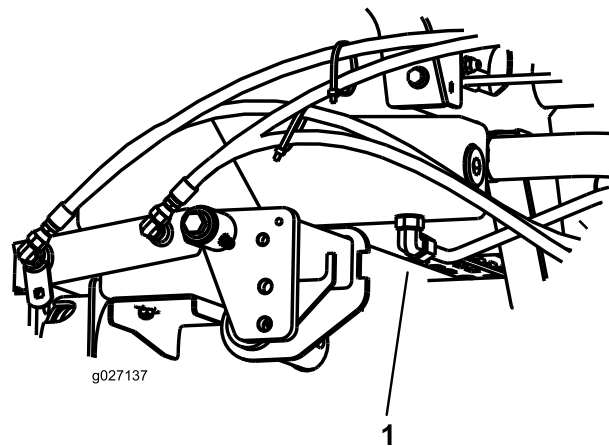

Figure 72
3. Placez un grand bac de vidange sous le raccord monté au bas du réservoir de liquide hydraulique (Figure 72).